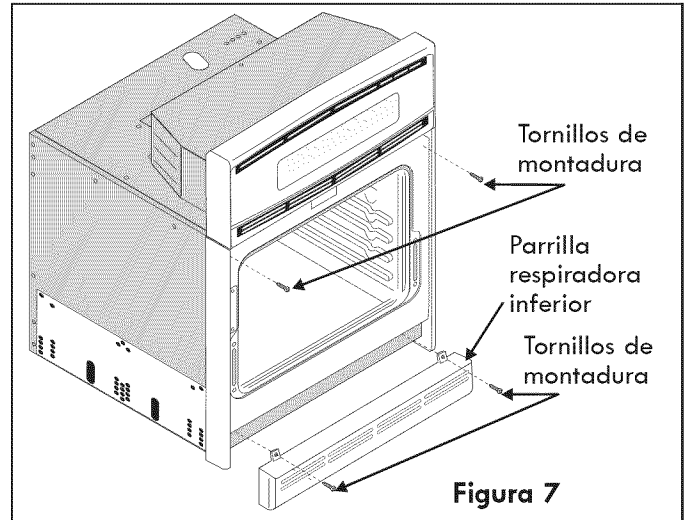

Figura 7
- A. Los barrenos en las molduras laterales pueden ser usadas como guía para localizar los tornillos de montaje de la unidad (Figura 7).
Colocar la parte superior de la guarnición inferior sobre las lengüetas laterales del horno, debajo de la puerta del horno, y fijarlas usando los 2 tornillos provistos con los orificios de montaje ubicados a cada lado del marco del horno (ver la Figura 7).